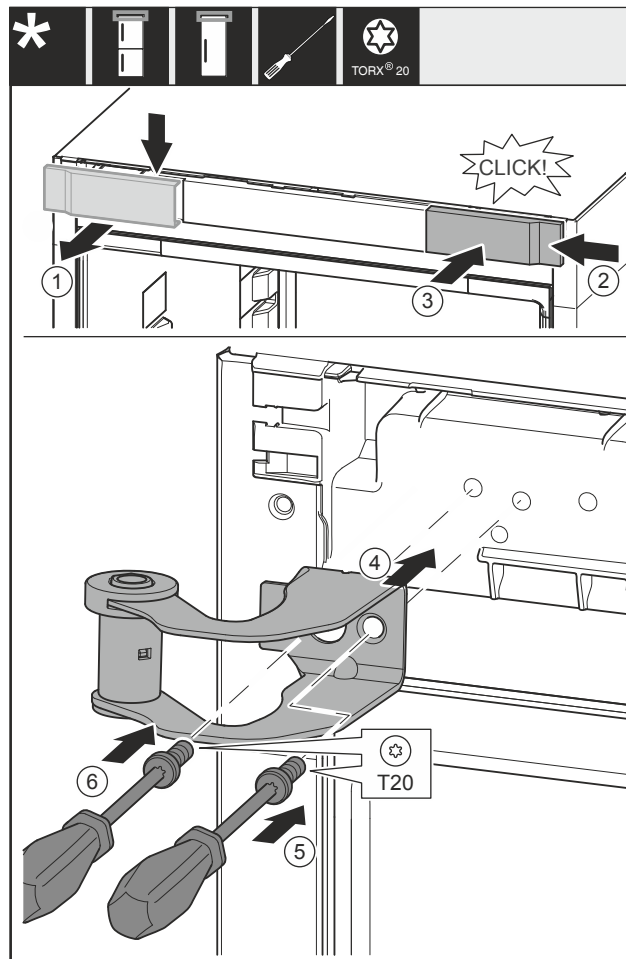

Fig. 15
- Odeberte kryt Fig. 15 (1) shora dopředu.
- Kryt Fig. 15 (2) otočený o 180° zavěste na druhé straně zprava.
- Zaklapněte kryt Fig. 15 (3).
- Nasadte horní stojan ložiska Fig. 15 (4).
- Utáhněte šroub Fig. 15 (5).
- Utáhněte šroub Fig. 15 (6).